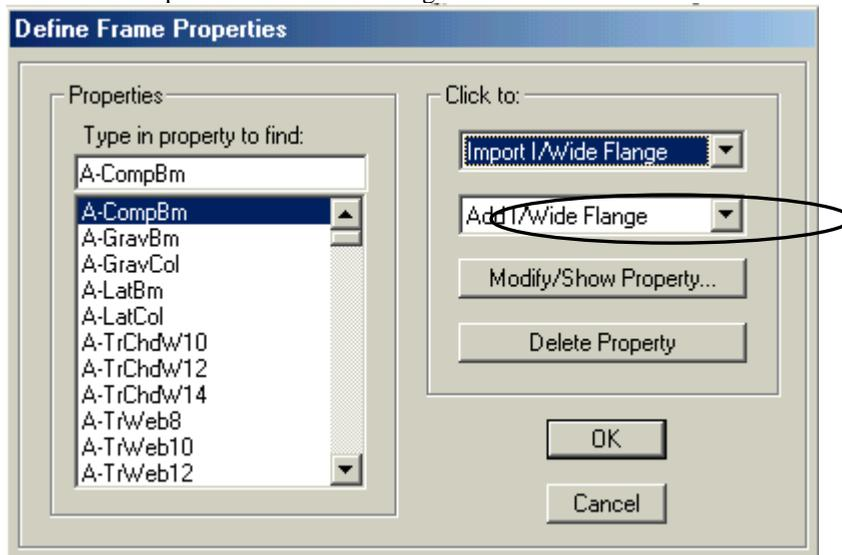

Figura 5
- A. Hacer clic en el comando **Define menú > Frame sections**, aparecerá el formato Define Frame Properties mostrado en la figura 5.